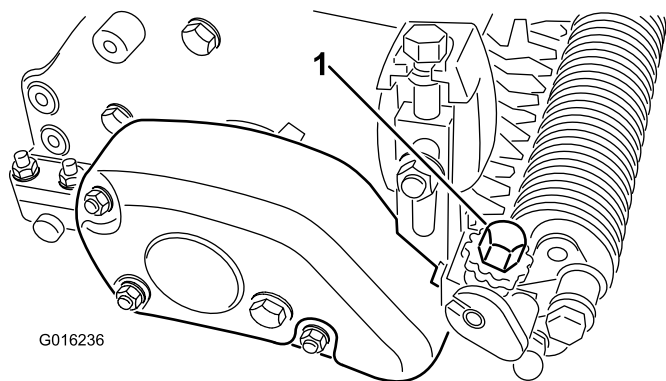

図 22
4. シャフトの一端部で、ブレードの一番低い切っ先と床との距離を測る。グルーマ高さ調整ノブ 図 22 を使って、グルーマの刃の高さを希望の高さに調整する。調整ノブを一目盛り変えるごとに約 0.08mm の上下調整ができる。